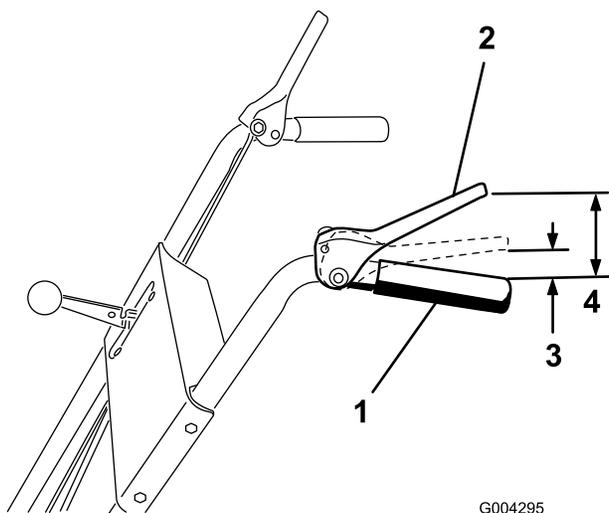

Figure 7
2. Déplacez les deux écrous à embase en haut ou en bas sur la tige de commande de déplacement jusqu'à ce que le haut de la poignée soit à environ 11,4 cm du bas du levier de commande de déplacement comme illustré à la Figure 7.
Remarque: Le réglage est correct si les roues cessent de tourner en arrière quand un espace de 3 à 5 cm sépare le haut de la poignée et le bas du levier de commande de déplacement, comme montré à la Figure 7.